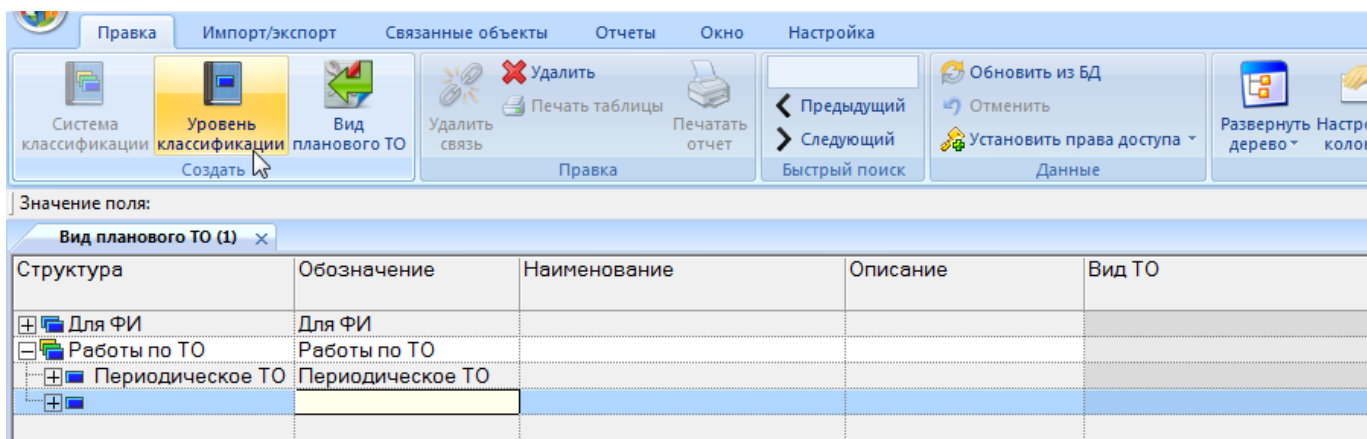

Рис. 17-2. Создание раздела в справочнике
- 3) Нажать кнопку «Уровень классификации» или «Система классификации» панели «Создать» (рис. 17-2). При создании раздела, поле «Обозначение» автоматически открывается на редактирование – ввести в него нужное обозначение.